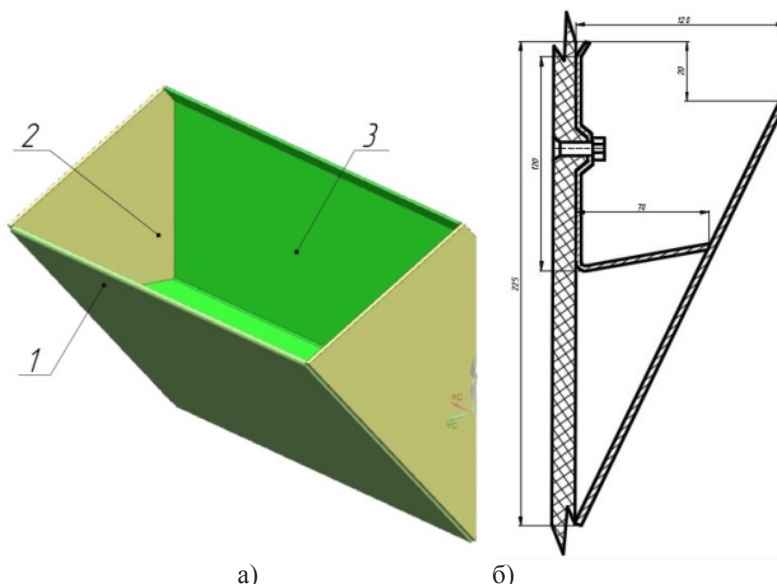

Рис.3. Ковш ЛО (а) и ковш ЛО в разрезе (б)
2. Остроугольный ковш (ЛО) используется для транспортирования трудносыпучих и кусковых материалов, таких как шлаки, руды, древесный уголь и др. Конструкция этого ковша показана на рис. 3. Отличается от ковша ЛГ тем, что боковая стенка имеет треугольную форму. Это сделано для того, чтобы транспортируемый трудносыпучий материал высыпался не только за счет центробежной силы, но так же скатывался по передней стенке ковша в разгрузочный патрубок.
3. Мелкий ковш (ЛМ) применяется для транспортирования трудносыпучих, влажных и липких материалов, таких как доломит, мел, влажная глина, влажная зола, мука, земля и др. (рис. 3). Этот ковш отличается от предыдущих ковшей тем, что имеет низкую переднюю стенку для лучшего зачерпывания влажного и липкого материала при их попадании в ковши.